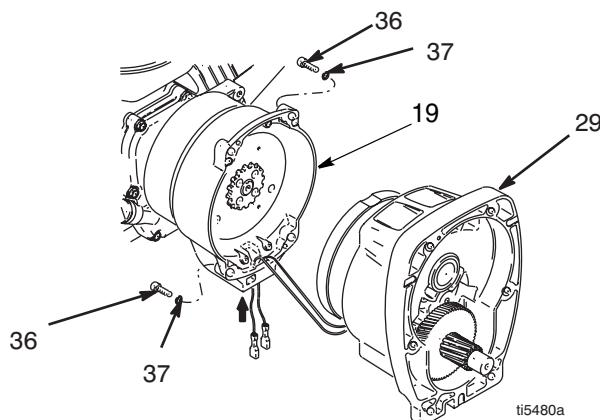
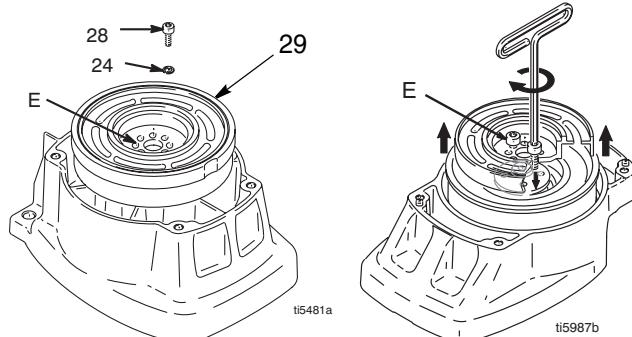

Рис. 4
Рис. 5
2. Рис. 4. Отключите соединители троса сцепления от внутренней стороны регулировки давления.
3. Рис. 4. Отверните четыре винта (36) и ведущую шестерню (29).
4. Рис. 5. Положите ведущую шестерню (29) на верстак рабочим колесом вверх.
5. Отверните четыре винта (28) и шайбу Гровера (24). Вставьте два болта в резьбовое отверстие (E) в рабочем колесе. Поочередно затягивайте болты до тех пор пока не сойдет рабочее колесо.
- Рис. 5. Положите ведущую шестерню на верстак рабочим колесом вверх.
- Нанесите резьбовой герметик на болты. Установите четыре болта (28) и шайбы Гровера (24). Поочередно затягивайте болты до 125 дюйм-фунт до тех пор пока рабочее колесо не будет крепко сидеть. Используйте резьбовые отверстия, чтобы заблокировать рабочее колесо.
- Рис. 4. Установите ведущую шестерню (29) с четырьмя болтами (28) и шайбами (37).